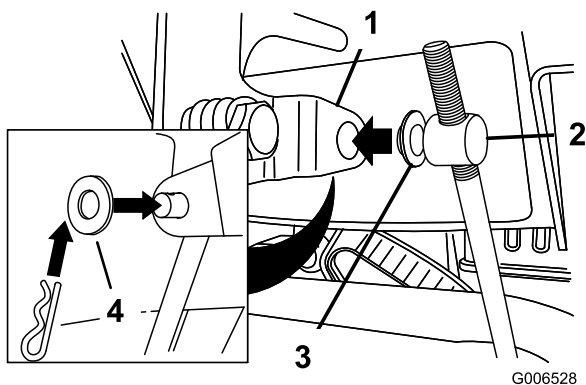

Bild 12
3. Entfernen Sie den Splint und die äußere Scheibe vom Drehzapfen am oberen Ende der Geschwindigkeitsschaltstange (Bild 12).
Hinweis: Lassen Sie die Flachscheibe auf dem Drehzapfen, um den Einbau zu vereinfachen (Bild 12).
6. Heben Sie die Geschwindigkeitsschalthebel an und setzen Sie den Drehzapfen in das Loch im Geschwindigkeitsschalthebel (Bild 12).
- B. Schließen Sie den Drehzapfen vom Geschwindigkeitsschalthebel ab (Bild 12).
- C. Drehen Sie den Drehzapfen auf der Geschwindigkeitsschalstange nach unten (nach rechts) (Bild 12).
- D. Schließen Sie den Drehzapfen am Geschwindigkeitsschalthebel an (Bild 12).
- C. Drehen Sie den Drehzapfen an der Geschwindigkeitsschaltstange nach oben (nach links) (Bild 12).